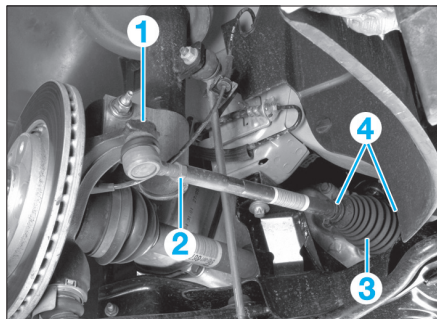

Fig. 12
- l'écrou (1) de rotule de direction (Fig.12).
- Desserrer le contre-écrou (2).
- Repérer la position du soufflet de crémaillère (3) par rapport au boîtier de direction.
- les colliers (4),
- le soufflet de crémaillère (3).
- Déposer les écrous de rotule de direction (Fig.12).